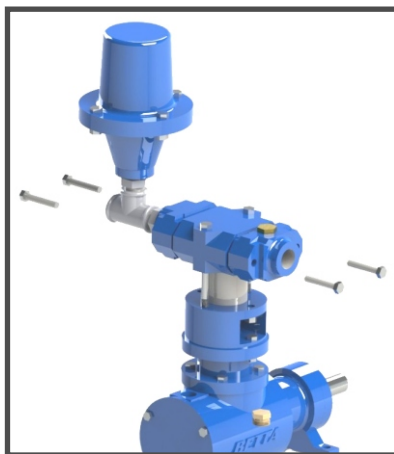

Fig. 31
- 7 - Verificar o aperto dos parafusos de fixação dos cabeçotes de recalque e de sucção, principalmente o de sucção. A má fixação entre o cabeçote central e o cabeçote de sucção, permite a entrada de ar na tubulação, reduzindo consideravelmente a vazão bombeada. Lembrando que existe a presença de uma guarnição de borracha que trava as válvulas. Essas devem ser trocadas toda vez que ocorrer a retirada das válvulas dos cabeçotes. (Fig. 31)